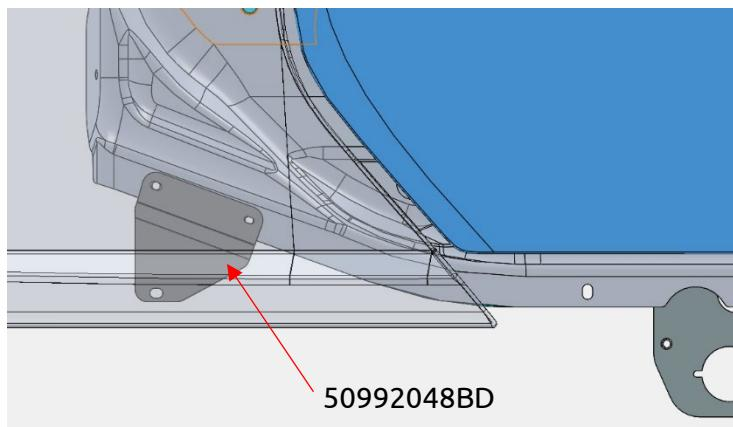

Fig. 1 – 50975003BD/BP Localización (Lado del piloto mostrado)
- a. Instale el soporte 50992048BD/BP (BD en el lado del piloto y BP en el lado del pasajero) usando los dos agujeros existentes en la linea de soldadura localizada atrás del pánel del capó de la cabina (Fig 1). El soporte va en el lado exterior de la soldadura y se sujeta con los tornillos planos provistos 10-32x1", arandelas Zinc largas y tuercas. No apriete completamente los accesorios ya que cierto ajuste puede ser necesario.